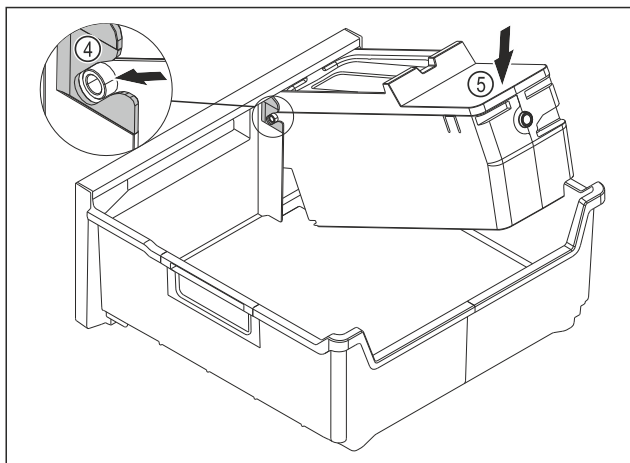

Fig. 158
- Montare il corpo dell'EasyTwist-Ice: Inserire gli assi del corpo dell'EasyTwist-Ice nelle guide Fig. 158 (4).
- Spingere il corpo dell'EasyTwist-Ice Fig. 158 (5) posteriore verso il basso.